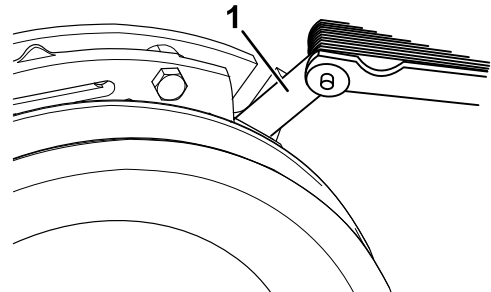
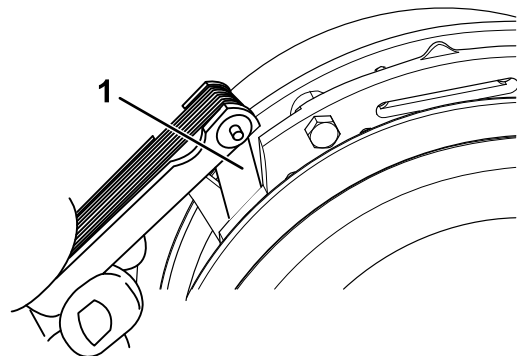

Bild 65
Bild 66
- E. Prüfen Sie mit einer Fühlerlehre (0,025 mm) den Abstand zwischen dem Drehzylinder und der Vorderseite der Lehre an beiden Seiten des Bremsschafts, wie in Bild 65 und Bild 66 abgebildet.